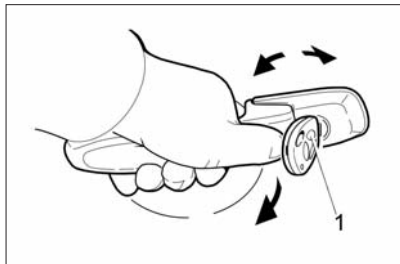
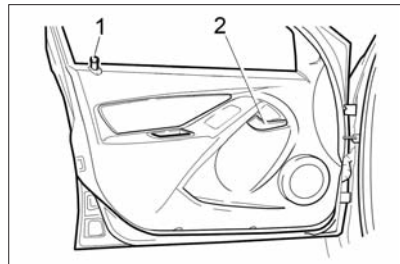

Рис. 3. Открывание двери
Рис. 4. Передняя левая дверь
**– для блокировки замка на передних дверях утопить кнопку 1 (см. рис. 4 и 5) вручную или поворотом ключа снаружи авто-**
Боковые двери открываются снаружи – за ручку в направлении стрелки (рис. 3), а изнутри – поворотом на себя внутренней рукоятки 2 (рис. 4 и 5). Если замок двери заблокирован, то ручка имеет холостой ход.